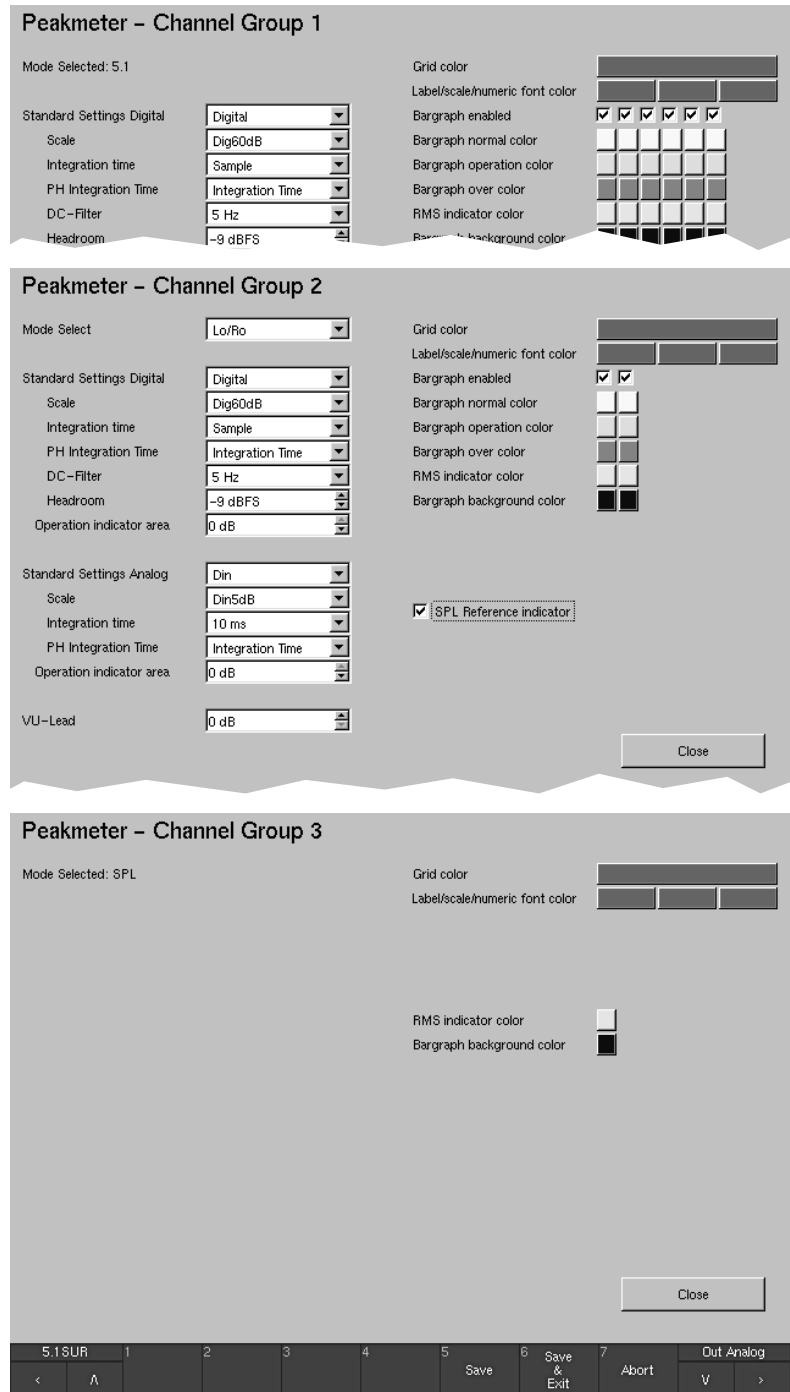

Bild 6-39: Beispiele für die „Peakmeter – Channel Group“-Menü-Seiten im Surround-Modus
- Die „**Downmix - Channel Group**“-Menü-Seite wird mit der Schaltfläche „Channel Group“ auf der „**Two Channel Downmix Settings**“-Menü-Seite geöffnet (siehe Abschnitt 6.5.2.7. und Bild 6-39).